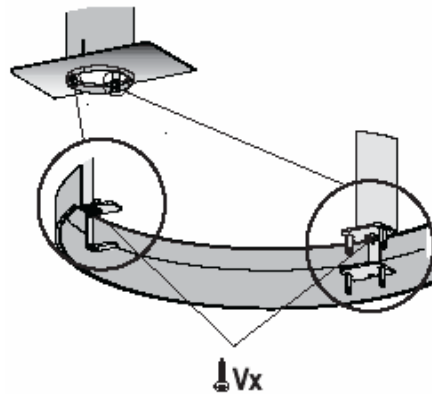

Fig.3
- Zaczepić pierścień w sklepieniu okapu i za pomocą czterech wkrętów Vx (fig.3) dokręcać stopniowo bez używania zbyt dużej siły.